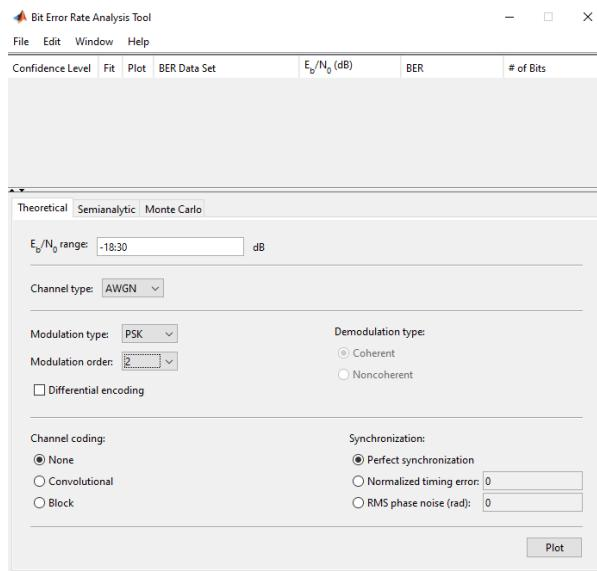
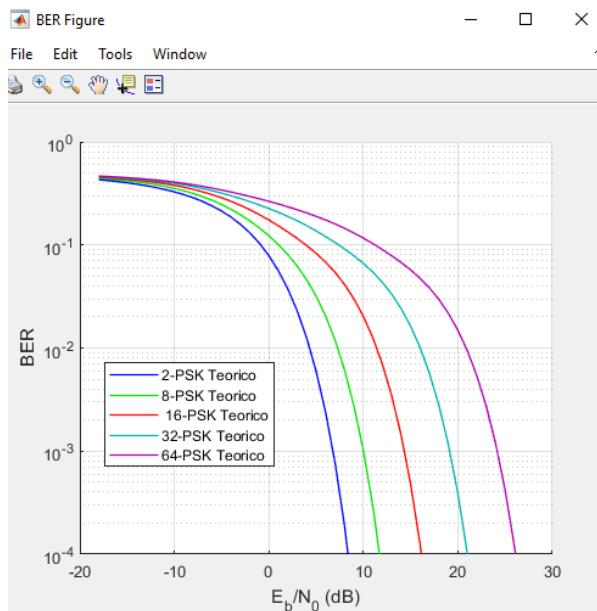
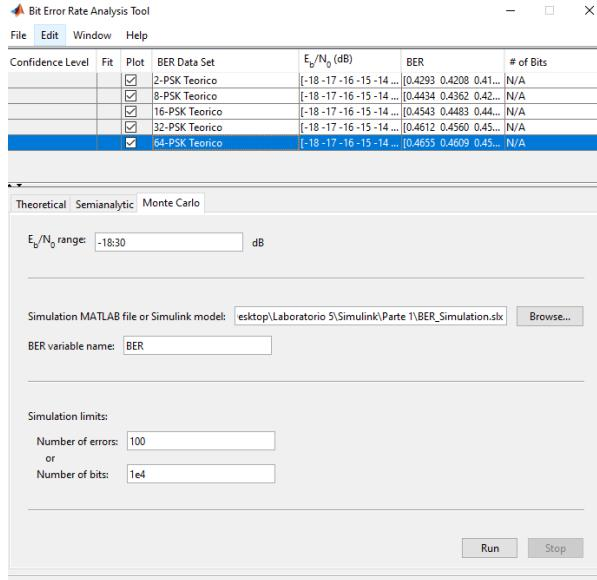

Figura 3: Ventana de Bertool.
Figura 4: Simulaciones teóricas con diversos ordenes de M para PSK.
Figura 5: Ventana de configuración para simulación Monte Carlo.
4. Para llevar acabo la simulación Monte Carlo vaya al entorno gráfico de Matlab y ubique el *Command Window* ó ventana de comandos y digite el comando *bertool* y seguido de la tecla *Enter* deberá abrir una ventana de configuración, según se muestra en la figura 3.
Una vez configurados los parámetros anteriores puede presionar la tecla *Plot* la cual deberá mostrarle un gráfico como el de la figura 4. Para cambiar el eje Y de 10^0 hasta 10^{-4} es necesario dar click en la ventana *Edit* y en *Y Axis Limits ...* configurar el *Lower limit* con 1e-4. Finalmente para darle nombre a las gráficas tome como referencia la figura 3 y ubique la pestaña *BER Data Set* donde seleccionará la gráfica y con doble click asigne el nombre de la modulación simulada adicionando la etiqueta teórico para poder identificarlas luego, (e.g 2-PSK-Teórico).
6. Al obtener todas las curvas teóricas, con base en la figura 3 ubique la pestaña llamada Monte Carlo y al dar click deberá observar la pantalla de configuración tal como se muestra en la figura 5.